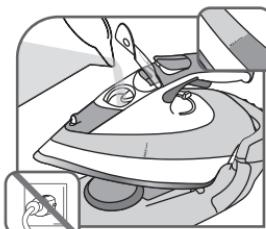

Fig.5
- Töltsé fel a tartályt a "MAX" jelzésig – **fig.5**.